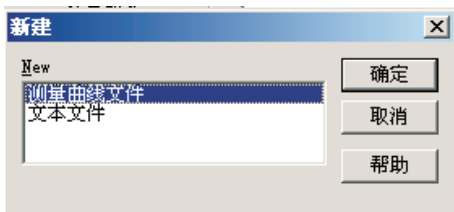

图 10
E. 新建对话框会弹出两种模式供你选择：测量曲线文件、文本文件（如图10）；